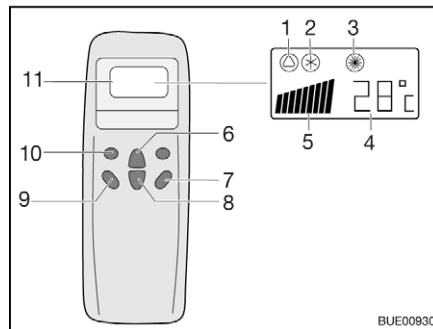
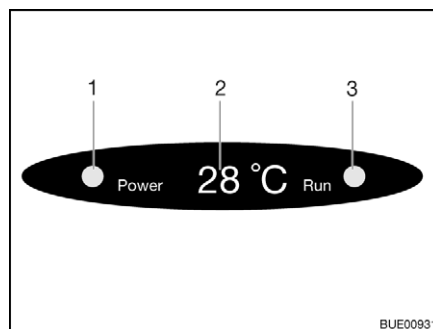

Bild 113 Fernbedienung
Bild 114 Anzeige am Diffusor
- Die Taste "ON/OFF" (Bild 113,7) drücken.
- Die Taste "Mode" (Bild 113,10) so oft drücken, bis die gewünschte Betriebsart (Bild 113,1, 2 oder 3) auf dem Display angezeigt wird. Die entsprechende Kontroll-Leuchte auf der Anzeige am Diffusor (Bild 114,3) leuchtet.
- Mit den Tasten Temperaturerhöhung (Bild 113,6) oder Temperaturverminderung (Bild 113,8) die gewünschte Temperatur einstellen.
- Mit der Taste Lüfterdrehzahl (Bild 113,9) die gewünschte Lüfterstufe wählen.